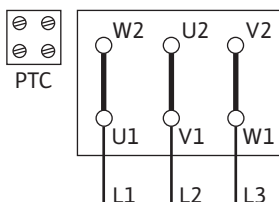

Fig. 14: Δ-схема
- Подключение к сети зависит от мощности двигателя P2, сетевого напряжения и типа пуска. Требуемое переключение соединительных перемычек в клеммной коробке можно определить по следующей таблице, а также Fig. 14, 15 и 16.